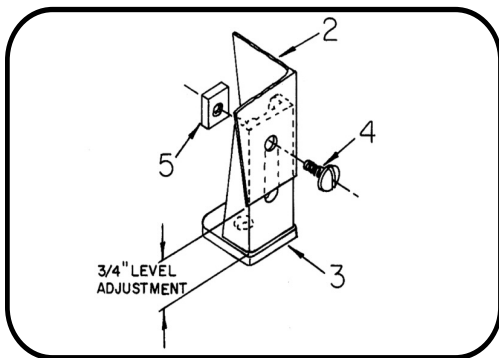

FIG 1
1. Set laundry tub upside down on clean, smooth surface. Insert legs into corner sockets on bottom of tub. Use a block of wood to protect bottom of legs and tap into sockets to lock. Install molded levelers to bottom of tub legs as shown in FIG 1.
NOTE: It is recommended that the front legs be secured to the floor using $\frac{1}{4}$ "-20 anchors (not furnished) as illustrated in FIG 1.
1. Posez le bac à lessive à l'envers sur une surface propre et plane. Insérez les pieds dans les logements des coins situés en dessous du bac. Utilisez une cale de bois pour protéger le bas des pieds et enfoncez-les dans leurs logements en tapant dessus pour les bloquer. Installez les dispositifs de mise à niveau au bas des pieds du bac comme le montre la FIG 1.
REMARQUE : il est recommandé de fixer les pieds avant sur le sol à l'aide d'attaches 20 de 1/4 po. (non fournies) comme illustré en FIG 1.